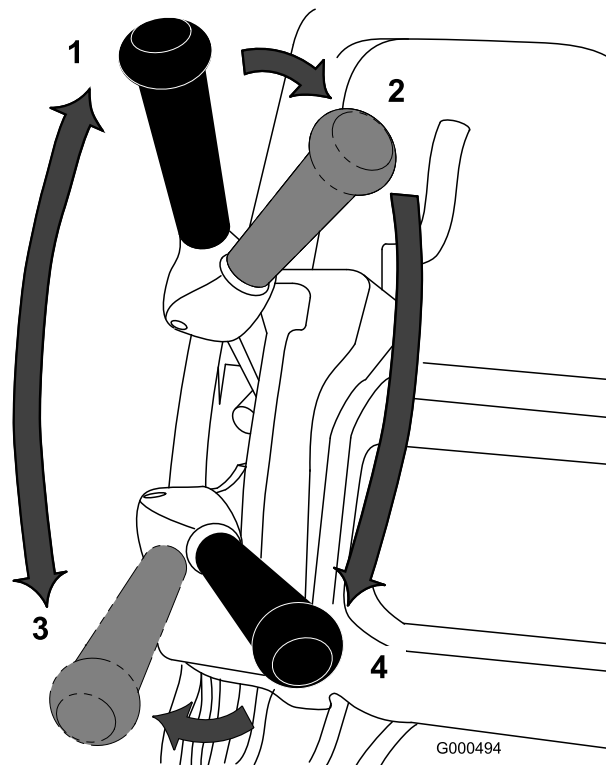

Figure 33
1. Mettez la machine en marche, placez la commande de vitesse en position Vitesse nulle, appuyez sur le guidon pour soulever le plateau de coupe, actionnez la commande de présence de l'utilisateur, placez le levier de commande de déplacement en position Engagée (Figure 33) et augmentez progressivement le réglage de vitesse pour transporter la tondeuse jusqu'en bordure du green.
3. Désengagez le levier de commande de déplacement puis déplacez-le vers la gauche et en avant, pour engager la transmission et l'entraînement du cylindre (Figure 33).